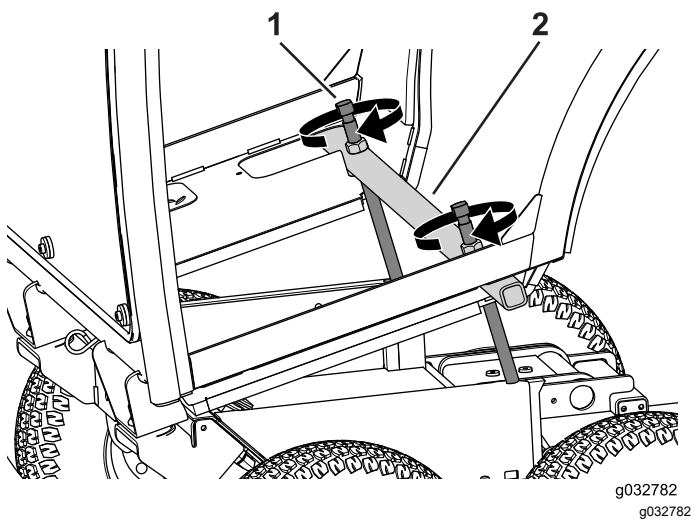

Bild 67
2. Legen Sie die Hubstange über den Kabinenrahmen (**Bild 67**).
3. Drehen Sie die Hubschrauben abwechselnd um ein paar Umdrehungen, bis die Kabine sich nach vorne dreht (**Bild 67**).